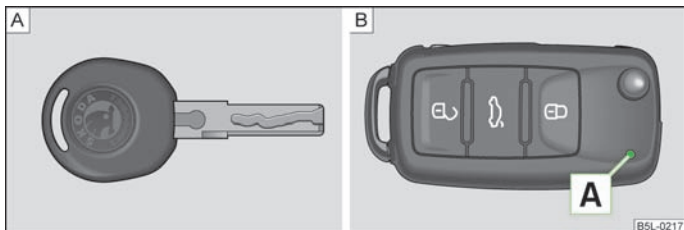
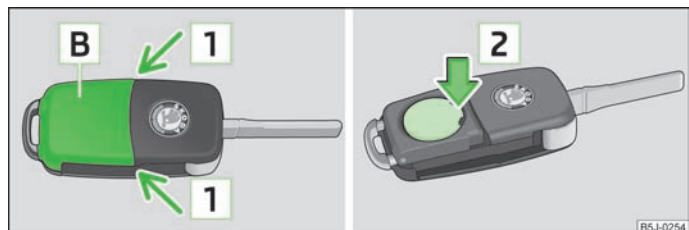

Fig. 8 Chave sem controlo remoto / chave com controlo remoto (chave com controlo remoto via sinal de rádio)
Fig. 9 Chave com controlo remoto - retirar a tampa/retirar a pilha
O veículo é entregue com duas chaves. Consoante o equipamento, o seu veículo poderá estar equipado com chaves sem controlo remoto via rádio » Fig. 8 - [A] ou com controlo remoto via rádio » Fig. 8 - [B].
Cada chave com controlo remoto contém uma pilha, colocada sob a tampa [B] » Fig. 9. Se a pilha estiver descarregada, a luz de controlo vermelha [A] não pisca ao premir um botão da chave com controlo remoto » Fig. 8. Recomendamos que a pilha da chave seja substituída por um concessionário ŠKODA. Se, no entanto, pretender substituir pessoalmente a pilha descarregada, proceda do seguinte modo.
- Pressione a tampa da pilha com o polegar ou com uma chave de fendas na zona indicada pelas setas [1] » Fig. 9.